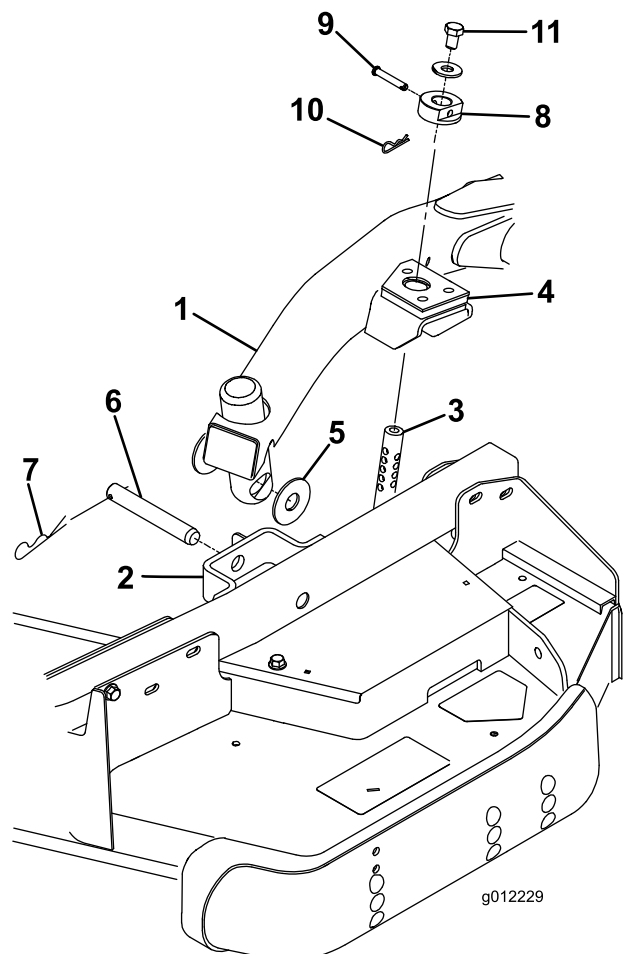

図 23
とキャストアームブラケットについている穴を整列させ、昇降アームのパッドに刈高ロッドを挿入できるようにする(図 23)
5. スラストワッシャ枚、クレビスピン、ヘアピンコッターを使って、昇降アームをキャストアームに固定する。スラストワッシャは昇降アームとキャストアームブラケットの間に入れる(図 23)コッターピンを、キャストアームタブのスロットに差し込んで固定する。
9. 刈高ロッドに刈高カラーを取り付け、クレビスピンとヘアピンコッターで固定する(図 23)クレビスピンの頭をデッキの前に向けておく。
10. 各刈高ロッドの上部に 1/2 x 3/4" ボルトとワッシャを取り付ける 図 23。